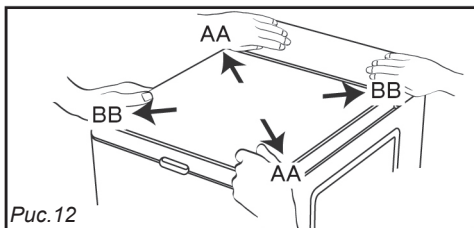

Рис. 12
- Проверьте стабильность установки машины, нажимая на крышку в диагональном направлении (направление AA, затем направление BB) (Рис. 12). **Никакого видимого движения машины наблюдаться не должно.**